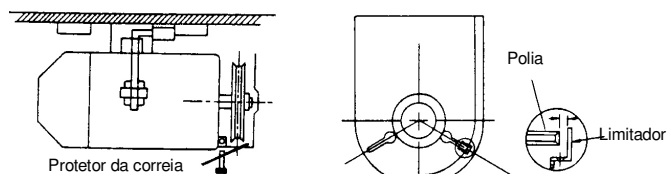

Fig. 3
- B. Ajuste o limitador (Fig.3) no protetor da polia na posição apropriada para que a correia não caia quando a máquina é tombada para trás, mesmo se ela estiver solta.